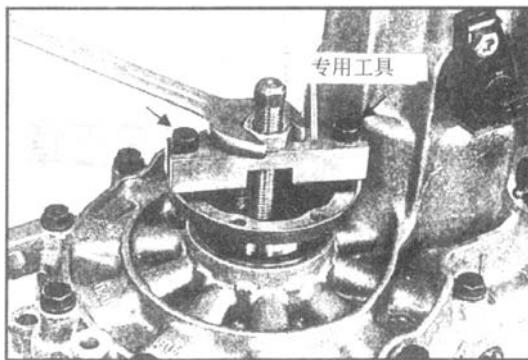

图 4-78 安装输出法兰
(1) 安装输出法兰时, 可以用压机压入, 也可以用专用工具将其压入, 如图 4-78 所示。